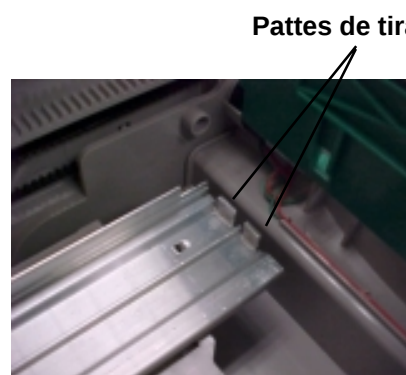

Figure 6
6. Pour accéder aux échelles de réglage dans les trous de guide, commencez par l'un ou l'autre des rails-guides. Prenez la patte de tirage qu'il y a à l'extrémité du rail, comme le montre la figure 6, et tirez-la vers l'avant tout en soulevant légèrement. Il importe de relever le rail en le tirant vers l'avant afin de dégager le rail de la butée de rail qui se trouve près de l'avant de cassette. Le rail-guide devrait glisser vers l'avant jusqu'à ce qu'il touche l'avant de la cassette (voir la figure 7). Le rail-guide est soumis à la pression d'un ressort et, par conséquent, vous devrez appliquer une pression constante pour conserver le rail dans sa position pendant le réglage.